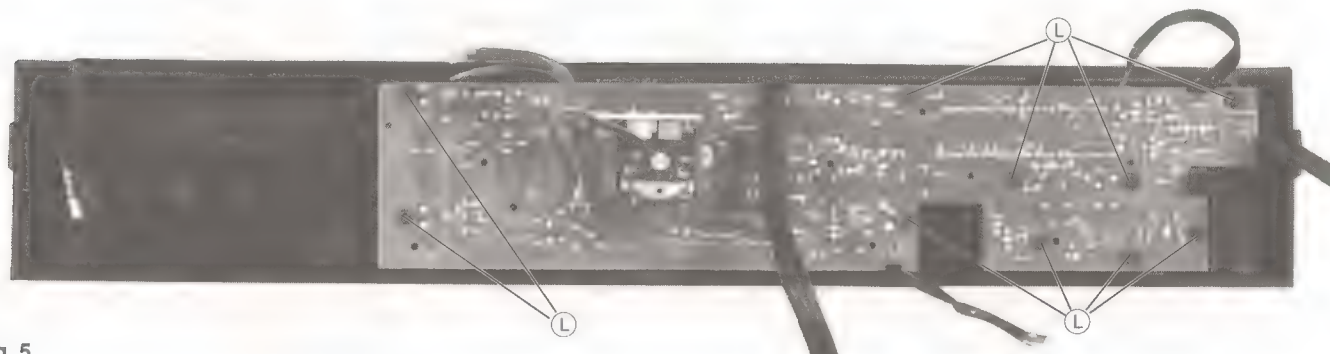

Fig. 5
**6. Zerlegen der Frontplatte (Fig. 5)**
- Die 10 Schrauben (L) herausschrauben.
**6. Disassembling of the Front Panel (Fig. 5)**
- Undo the 10 screws (L).